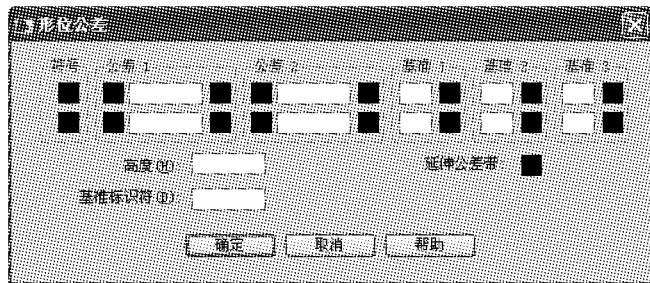

图 3.36 “形位公差”对话框
(1) 确认状态栏的“对象捕捉”按钮处于打开状态。单击“公差”按钮,弹出“形位公差”对话框,如图 3.36 所示。